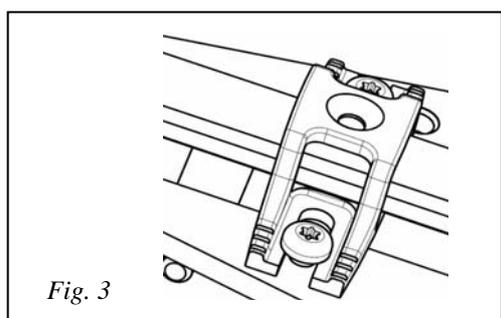

Fig. 3
2. Le support peut être coupé pour se fixer sur les têtes de mât les plus petites. (fig. 3)
7. Faire glisser la latte pour la mettre en place (Fig. 3), et serrer les deux vis de blocage